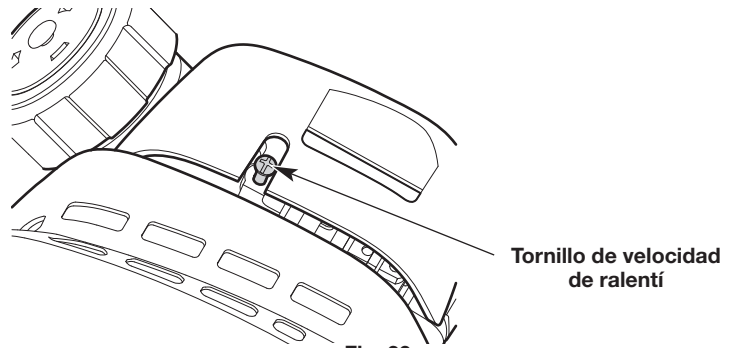

Fig. 39
- Si el motor se para, aumente la velocidad de ralentí. Use un destornillador Phillips pequeño para girar el tornillo de velocidad de ralentí en el sentido de las agujas del reloj, 1/8 de giro cada vez hasta que el motor funciona al ralentí de manera uniforme (Fig. 39).
- Si el cabezal de corte gira cuando el motor funciona al ralentí, reduzca la velocidad de ralentí. Gire el tornillo de velocidad de ralentí en el sentido contrario de las agujas del reloj, 1/8 de giro cada vez, hasta que se detenga el cabezal de corte (Fig. 39).